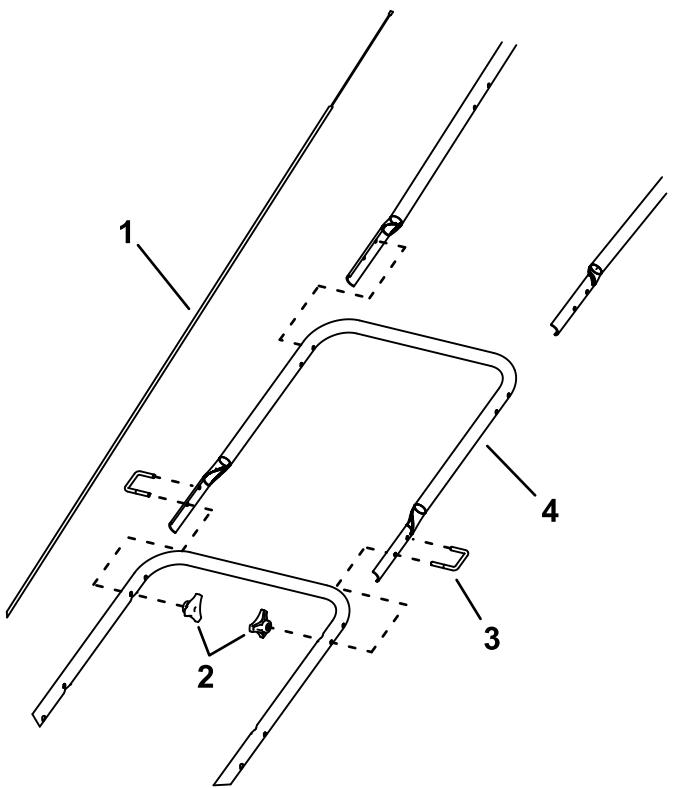

Figura 4
6. Prenda a extensão da pega à barra inferior utilizando 2 peças e 2 parafusos em U fornecidos (Figura 4).